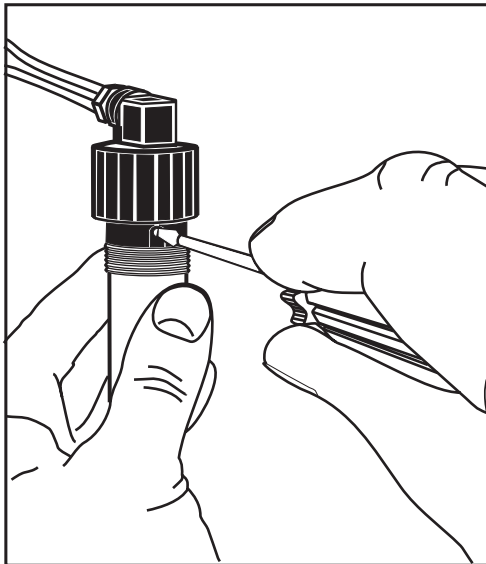

Рис. 7
- вставить отвертку в шлиц винта корректора нуля, как показано на рис. 7, и, вращая его, установить значение нулевого сигнала;